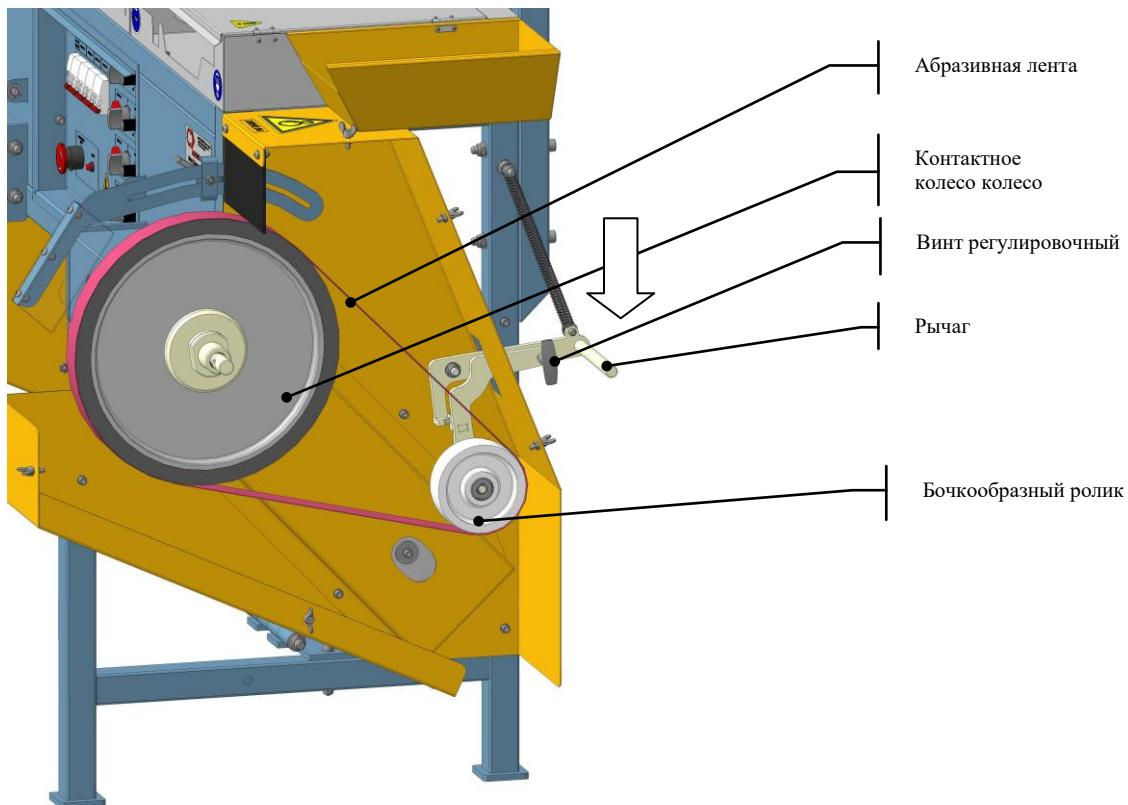

Рис.8 Установка и настройка абразивной ленты
- придерживая одной рукой рычаг, накиньте абразивную ленту на колеса как показано на рис. 8 (абразивная лента должна находиться по центру всех сопряженных колес);